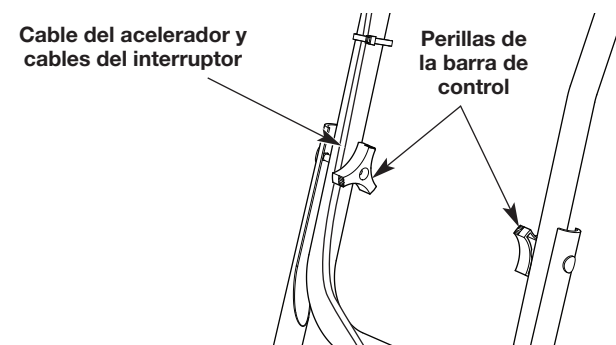

Fig. 3
NOTA: Se debe ser precavido para evitar apretar el cable del acelerador o los cables del interruptor cuando se ubican las barras de control (Fig. 3).
5. Apriete la perilla de la barra de control para sujetar la barra de control en su lugar (Fig. 3).